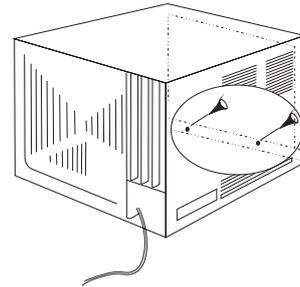

Abb. 20
1. Die beiden Schrauben an der hinteren Abdeckung des Gerätes sowie die beiden Schrauben an der Gehäuseplatine lösen. Rahmenplatte abnehmen (siehe Abb. 20).